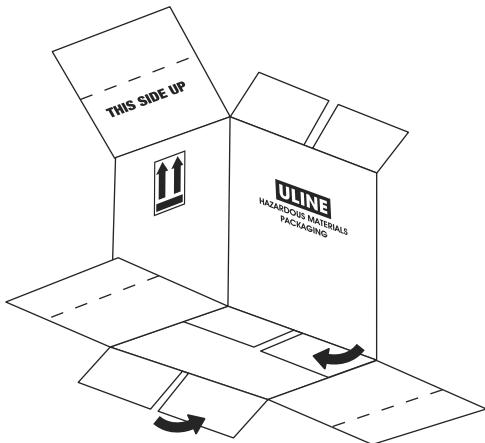

Figure 2
2. Pliez les deux grands rabats latéraux du dessous de la boîte le long des lignes pointillées. Rentrez les rabats latéraux pour finir de constituer le fond de la boîte. (Voir Figure 2)